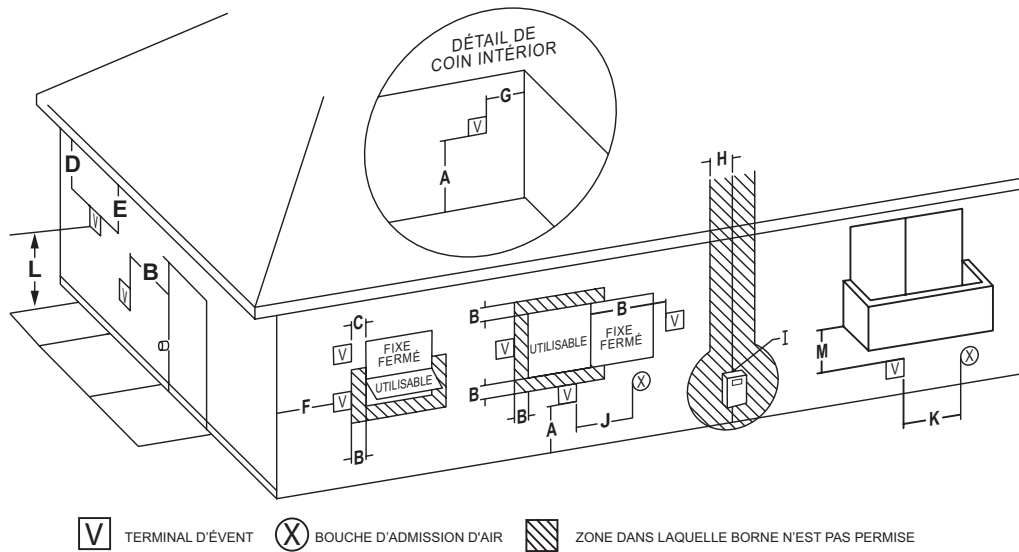
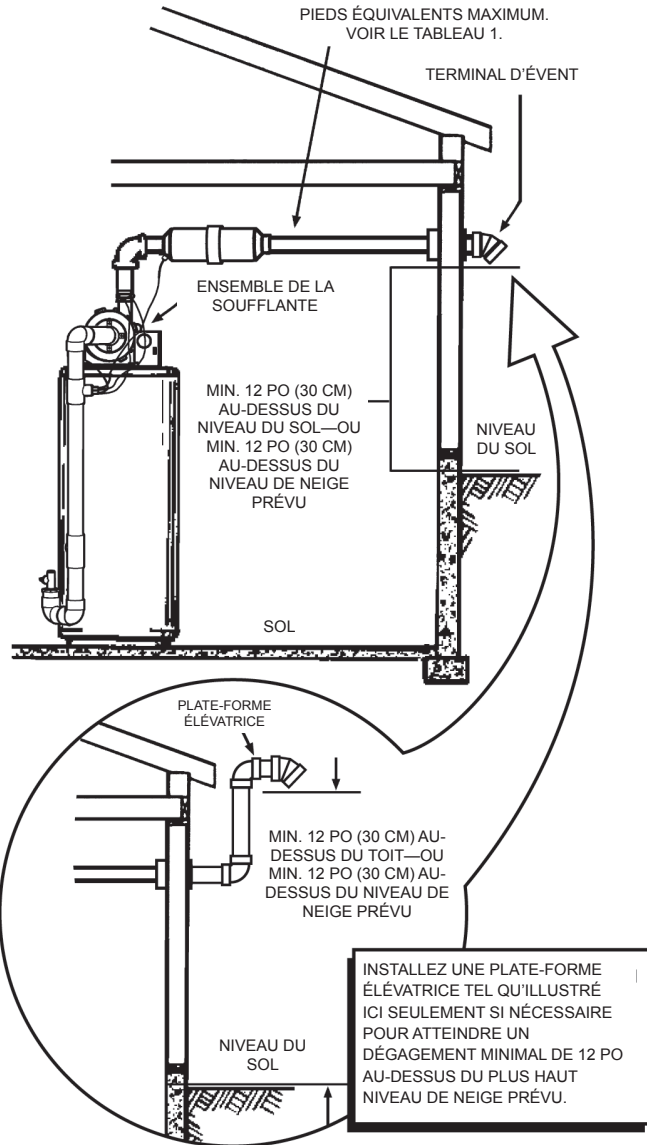

FIGURE 15.
FIGURE 20
La première étape est de déterminer où le tuyau de ventilation se terminera. Voir les Figures 15, 20 et 21. L'évent pourrait se terminer à travers une paroi latérale tel qu'illustré à la Figure 20 ou à travers le toit tel qu'illustré à la Figure 21.
Les instructions concernant l'installation appropriée à travers une paroi latérale sont fournis à la Figure 15.
S'il est nécessaire d'obtenir un dégagement minimal de 12 po au-dessus du plus haut niveau de neige prévu, installer une plate-forme élévatrice tel qu'illustré dans la portion du bas de la Figure 20.
1. La terminaison de ventilation doit être d'un minimum de 12 po (30 cm) au-dessus du toit ou 12 po (30 cm) au-dessus du niveau de neige prévu pour prévenir le blocage de la terminaison de ventilation, tel qu'illustré aux Figures 20 et 21.